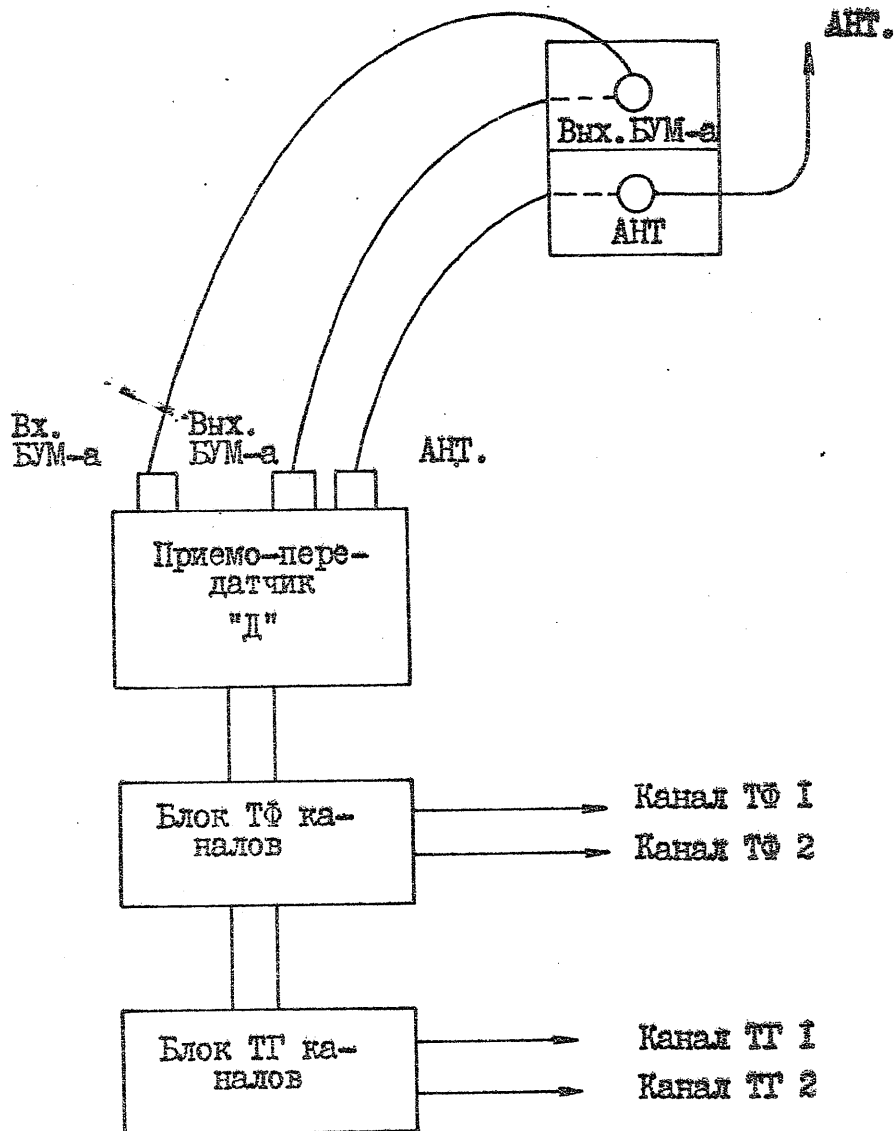

Рис. 23.
4.8.8.1. Подключить антенный фидер к высокочастотной фишке АНТЕННА, / АНТ. / расположенной на боковой стенке аппаратной стойки /см. рис.23/.